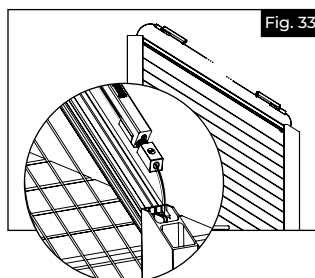

Fig. 33
- a. Faire passer le câble à travers le ressort de tension B et le tendeur. Placer le ressort de tension B et le tendeur dans le profilé supérieur au niveau du poteau du bas (Fig. 33).